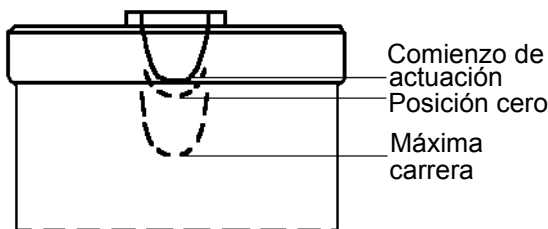

Fig. 4 Posición cero
- Detectar posición cero (punto de presión) mediante un accionamiento suave del émbolo (véase fig. 4).